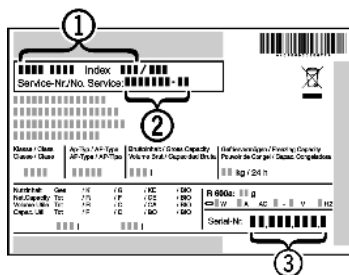

Fig. 79
- ▶ назва пристрою *Fig. 79 (1)*,
- сервісний номер *Fig. 79 (2)* та
- серійний номер *Fig. 79 (3)* вказані на заводській табличці. Заводська табличка знаходиться всередині пристрою, ліворуч.